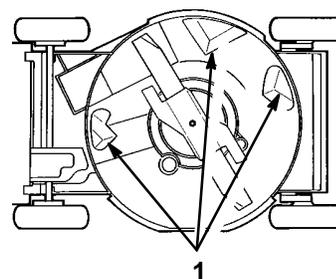

Figure 20
Pour préserver un fonctionnement optimal, le dessous du carter de tondeuse doit rester propre. Veiller particulièrement à ce que les plaques de déflexion ne soient pas couvertes de débris (Fig. 20).
3. Basculer la tondeuse sur le côté gauche (Fig. 20).